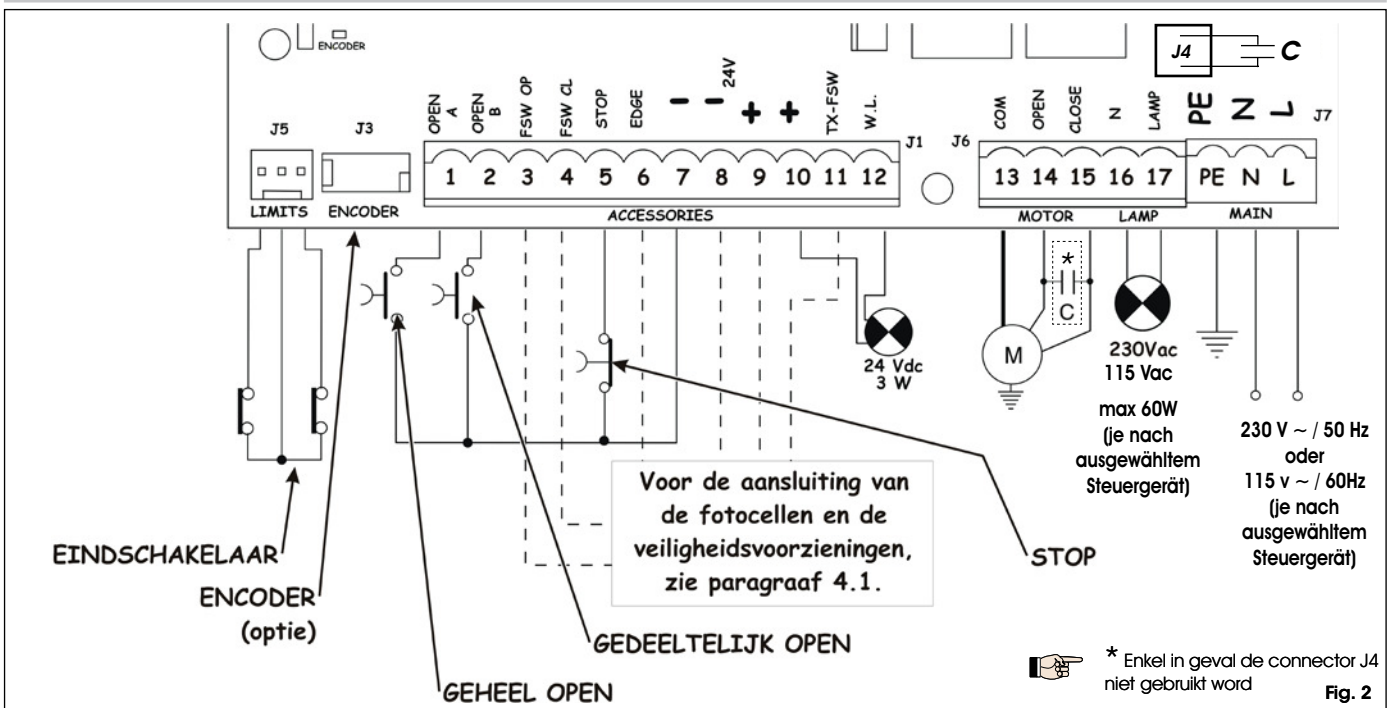

Fig. 2
4.2. Klemmenbord J7 - Voeding (fig. 2)	pag.54
4.3. Klemmenbord J6 - Motoren en waarschuwinglamp (fig. 2)	pag.54
4.4. Klemmenbord J1 - Accessoires (fig. 2)	pag.54
4.6. Connettore J6 - Innesto rapido Finecorsa (fig. 2)	pag.55
4.7. Connector J3- Snelkoppeling Encoder (fig. 2)	pag.55
Sluit de aardkabel aan op de daarvoor bestemde klem op de connector J7 van de apparatuur (zie fig. 2).
4.2. Klemmenbord J7 - Voeding (fig. 2)
4.3. Klemmenbord J6 - Motoren en waarschuwingslamp (fig. 2)
4.4. Klemmenbord J1 - Accessoires (fig. 2)
4.6. Connettore J6 - Innesto rapido Finecorsa (fig. 2)
Connector J6 - Snelkoppeling eindschakelaar (fig. 2)
Deze ingang is geschikt voor snelle aansluiting van de eindschakelaars bij opening en sluiting, die de vleugel kunnen laten stoppen of de verlangzaming of de remming kunnen laten beginnen (zie geavanceerde programmering, par. 5.2). Bij motorvertragingen waarin de besturingseenheid ingebouwd is, is deze verbinding al standaard voorbekabeld (fig. 2). Voor de richting waarin de vleugel geopend wordt, zie de geavanceerde programmering par. 5.2.
4.7. Connector J3- Snelkoppeling Encoder (fig. 2)